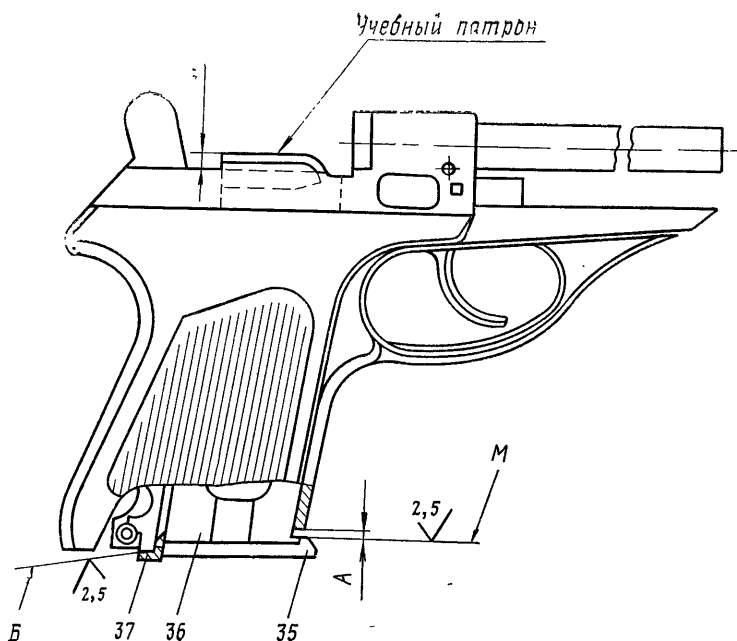

Рис. 37. Подгонка магазина
Это перемещение, измеряемое по величине изменения зазора между срезом рукоятки и крышкой магазина (размер А на рис. 37), должно быть не более 0,5 мм.
Оттянуть магазин за его крышку вниз до отказа и проверить выступание верхнего патрона в магазине над верхней плоскостью рамки пистолета (размер *Л* на рис. 37), выступание должно быть не менее 3,6 мм.
Магазин, снаряженный 5 учебными патронами, поджать вверх до отказа и проверить выступание верхнего патрона в магазине над верхней плоскостью рамки (размер *Л* на рис. 37), выступание должно быть не более 4,1 мм.
2.7. Если при поджатии магазина вверх размер L окажется больше 4,1 мм, то выправить (подогнуть, осадить по высоте) нижние отогнутые ребра корпуса магазина, на которые надевается крышка магазина, или заменить крышку магазина и опилить плоскость M на крышке магазина по рис. 37 до получения размера L не более 4,1 мм.
Оттянуть магазин за его крышку вниз до отказа и проверить выступание верхнего патрона в магазине над верхней плоскостью рамки пистолета (размер L на рис. 37), выступание должно быть не менее 3,6 мм.
Опиливая крышку магазина по плоскости M , добиться захода защелки магазина за выступ на корпусе магазина так, чтобы при нажатии на крышку магазина снизу вверх до отказа выступание верхнего патрона над верхней плоскостью рамки (размер L на рис. 37) должно быть не более 4,1 мм.